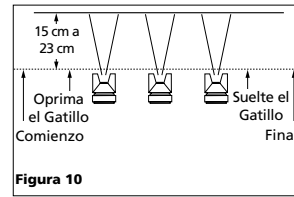

Figura 10
2. "Oprima el gatillo" adecuadamente. Comience a mover la pistola ANTES DE OPRIMIR EL GATILLO y deje de oprimirlo ANTES DE PARAR DE MOVERLA. Este procedimiento le permitirá que el acabado sea parejo sin dejar rastros de donde se unen las diferentes manos de pintura (Vea la Figura 10).